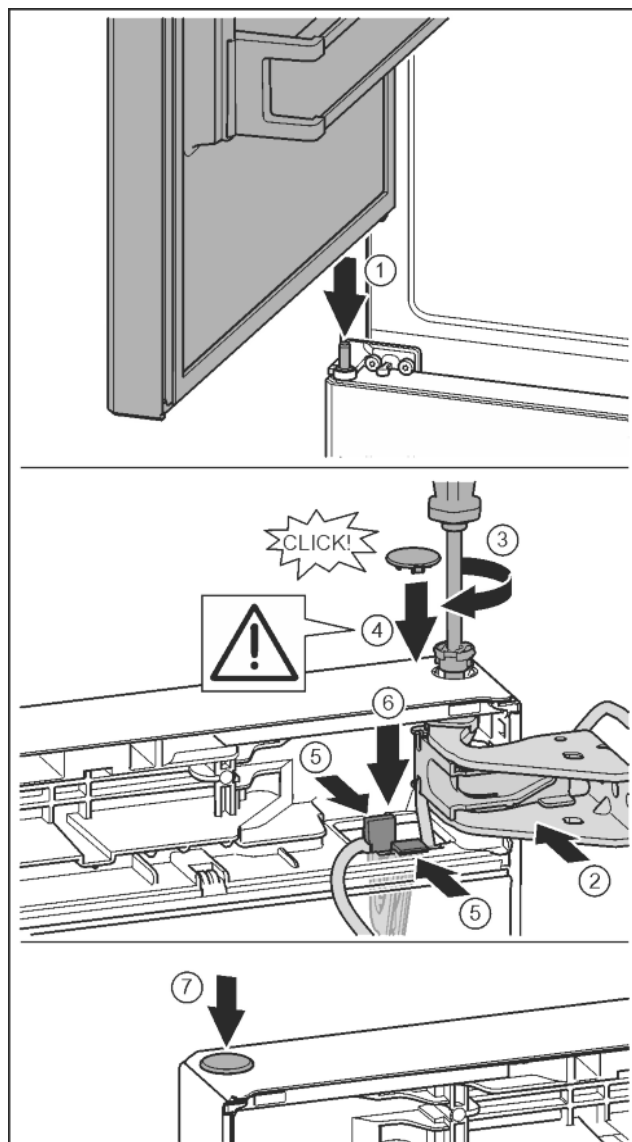

Fig. 32
- ▶ Установка верхней двери на средний опорный палец Fig. 32 (1)
- ▶ Дверь вверху выровнять по отверстию в опорном кронштейне. Fig. 32 (2)
- ▶ Вставить палец и затянуть отверткой T15. Fig. 32 (3)
- ▶ Установить предохранительную крышку для защиты двери: вставить предохранительную крышку и проверить, прилегает ли она к двери. В ином случае вставить палец полностью. Fig. 32 (4)
- ▶ Вставить держатель кабеля с закрепленным на нем кабелем в отверстие. При этом более длинное отверстие соединительной накладке должно быть направлено вперед. Fig. 32 (5)
- ▶ Прижать держатель вниз так, чтобы соединительная накладка защелкнулась. Fig. 32 (6)
- ▶ Вставить заглушку. Fig. 32 (7)